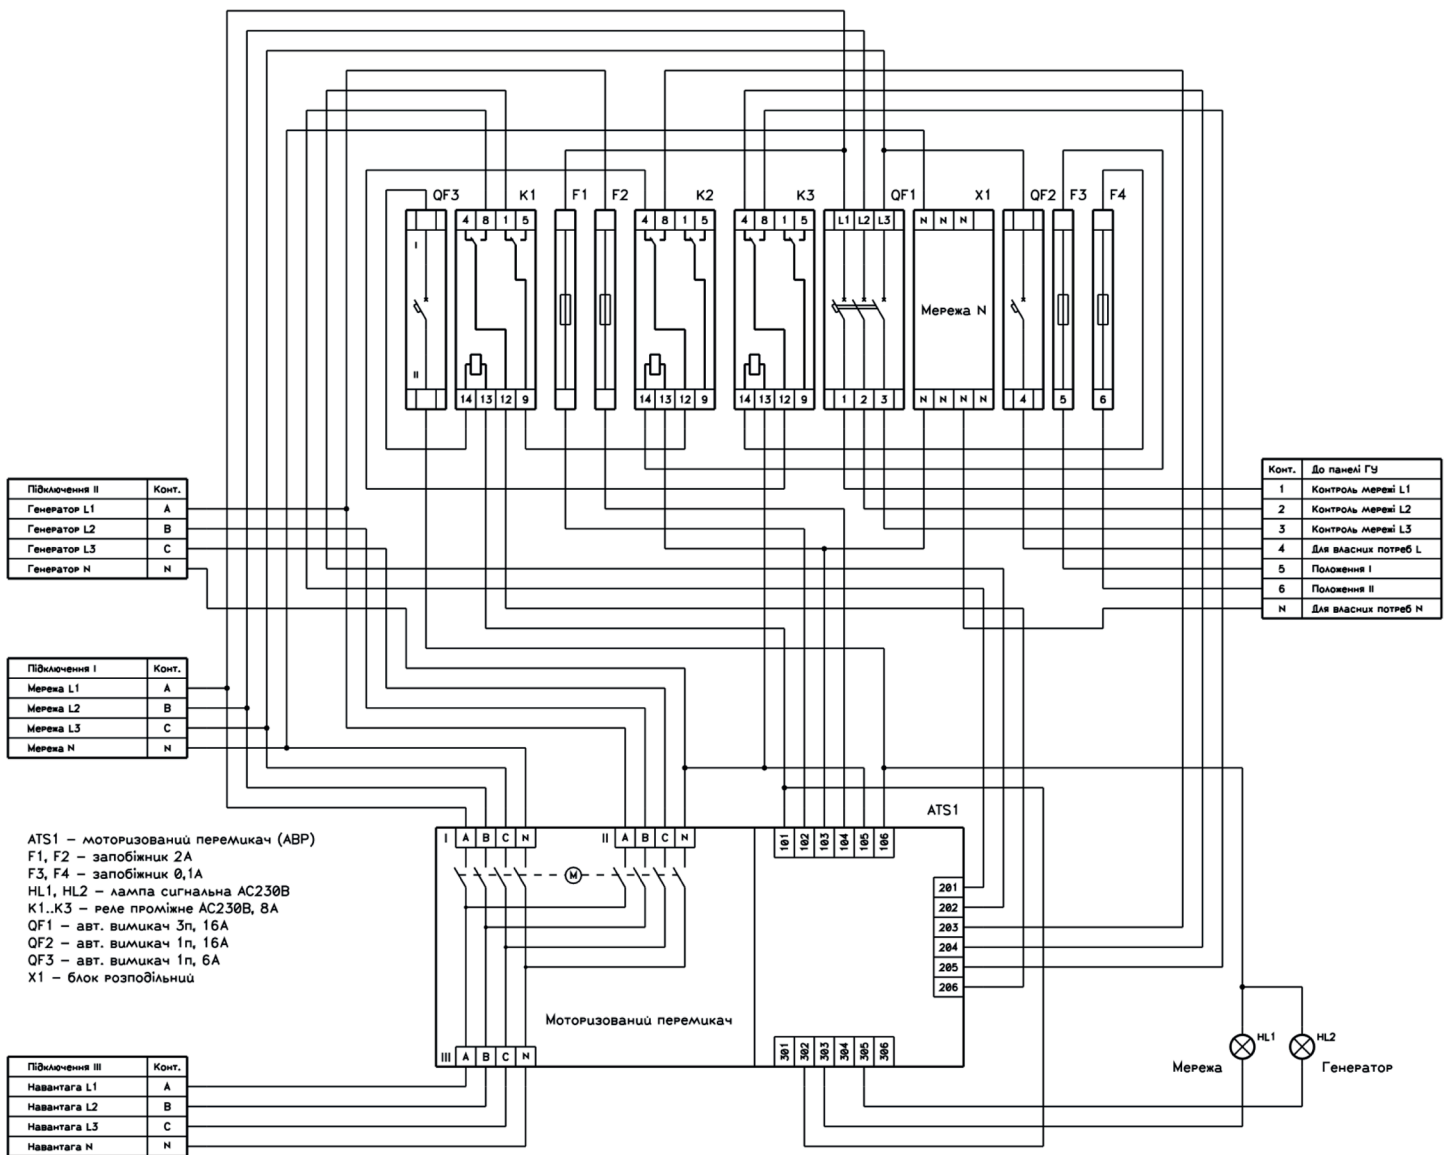

Рис. 6.2 – Схема щита АВР* та зовнішні підключення
Клеми 302-305 призначені для індикації положення моторизованого перемикача (I, O, II). Для індикації положень I та II застосовуються сигнальні лампи "Мережа" (HL1) та "Генератор" (HL2) відповідно (див. схему на рис. 6.2). Клеми 301 та 306 в цій реалізації щита АВР не використовуються.
Схему щита АВР та зовнішні підключення відображено на рис. 6.2.
6.4 Схема щита АВР та зовнішні підключення на рис. 6.2.